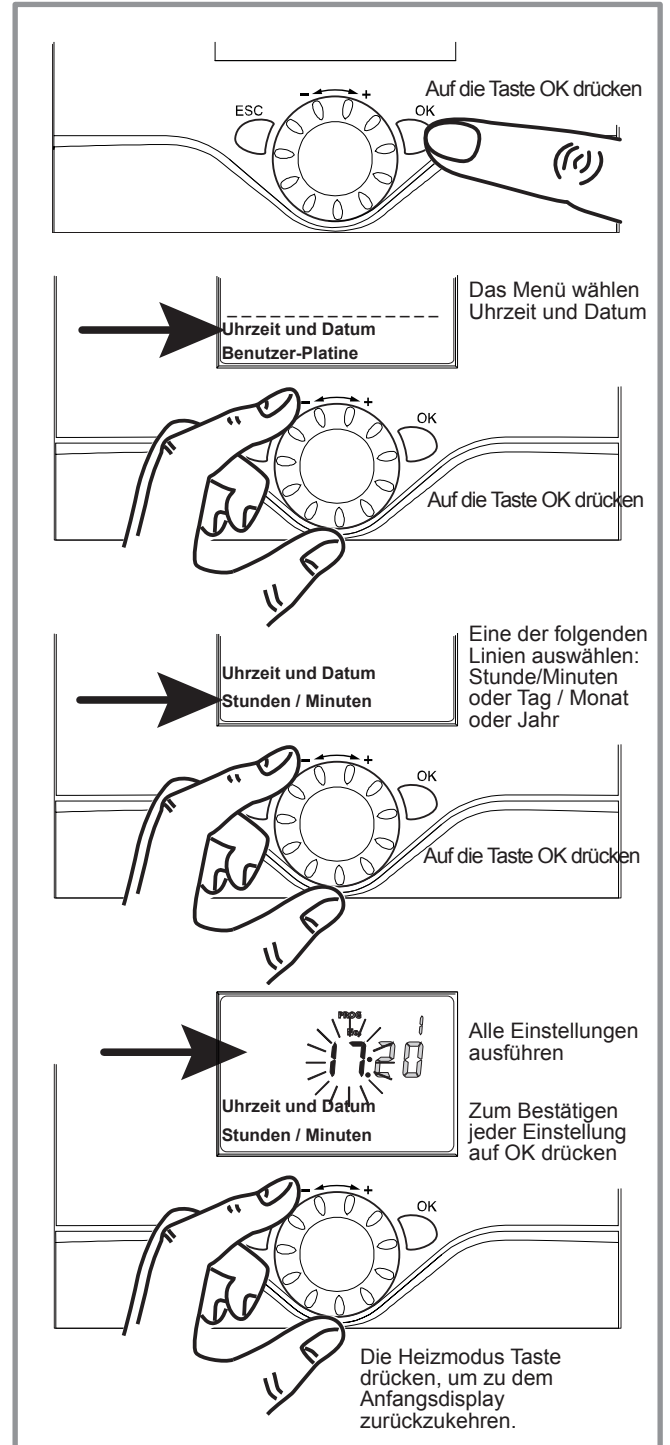

Abbildung 7 - Einstellen der Uhrzeit und des Datums
- Gegebenenfalls Uhrzeit und Datum einstellen (Abbildung 7).